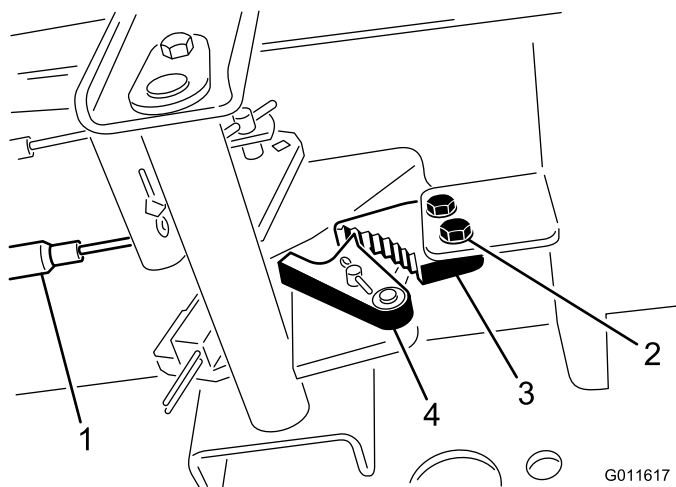

Figure 56
1. Desserrez les 2 vis qui fixent le cliquet du frein de stationnement au cadre (Figure 56).
2. Appuyez sur l'avant de la pédale du frein de stationnement jusqu'à ce que le verrou s'engage complètement sur le cliquet du frein (Figure 56).